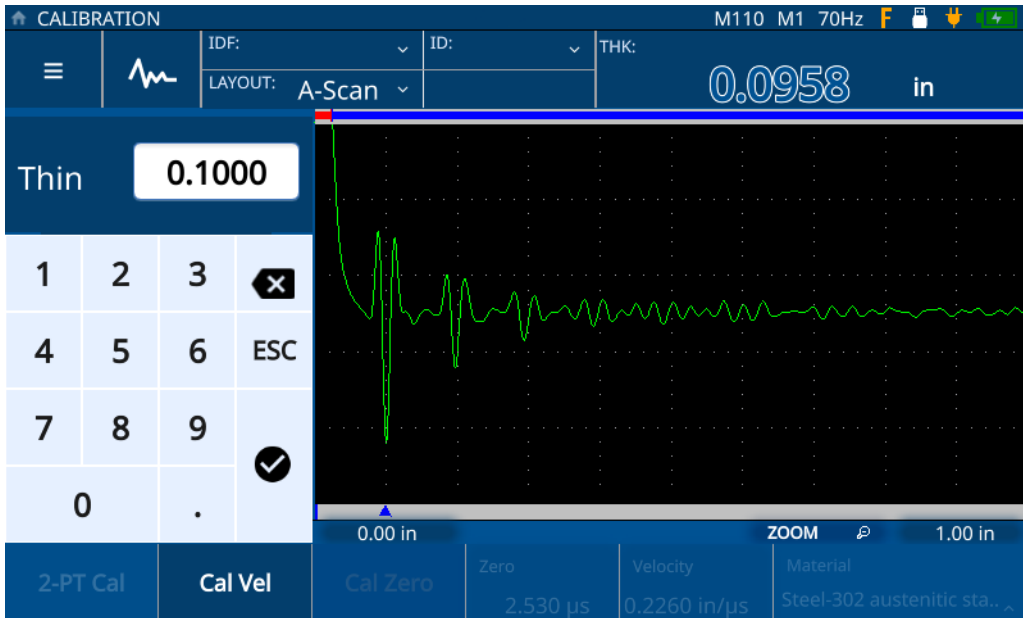

Figura 5-11 Inserção de espessura da amostra
8. Toque no valor de **Thin** (Fino) para entrar no modo de edição e insira a espessura da amostra (consulte Figura 5-11 na página 50).